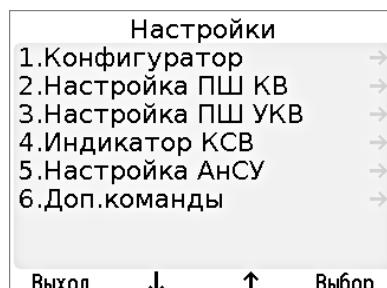

Рисунок 2.14
2.2.12.2 Для проведения проверки КСВ войти в «Меню», затем «Настройки», затем выбрать строку «4.Индикатор КСВ», смотри рисунок 2.14, нажатием клавиши «4», либо клавиши перемещения по меню «F2» и «F3», затем «F4» - выбор. Откроется окно, представленное на рисунке 2.24.
«5.Настройка АnСУ», смотри рисунок 2.14, нажатием клавиши «5», либо клавиши перемещения по меню «F2» и «F3», затем «F4» - выбор. Откроется окно, представленное на рисунке 2.25.
2.2.14.1 Для настройки шумоподавителей войти в «Меню», затем «Настройки», выбрать строку настраиваемого диапазона - «2.Настройка ПШ КВ» или «3.Настройка ПШ УКВ», смотри рисунок 2.14, нажатием клавиши «2» или «3» соответственно, либо клавиши перемещения по меню «F2» и «F3», затем «F4» - выбор. Откроется окно, представленное на рисунке 2.26.
2.2.15.1 Для работы с дополнительными командами войти в «Меню», затем «Настройки», затем выбрать строку «6.Доп.команды», смотри рисунок 2.14, нажатием клавиши «6», либо клавиши перемещения по меню «F2» и «F3», затем «F4» - выбор. Откроется окно, представленное на рисунке 2.27.